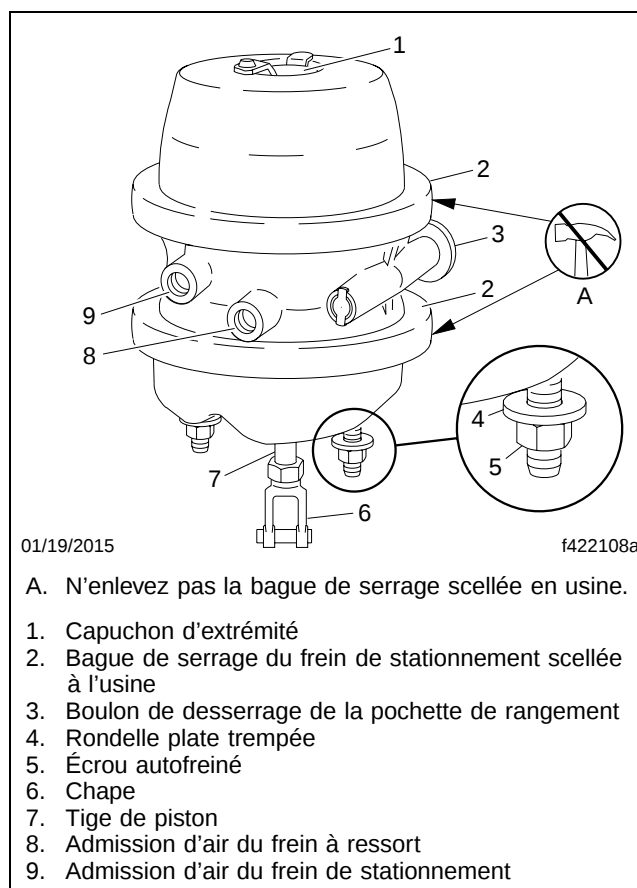

Fig. 3, Récepteur de freinage Haldex Life Seal
4. Reportez-vous à la **figure 3** pour l'identification des pièces du récepteur de freinage. Relâchement manuel du frein de stationnement (bloquez le ressort moteur).